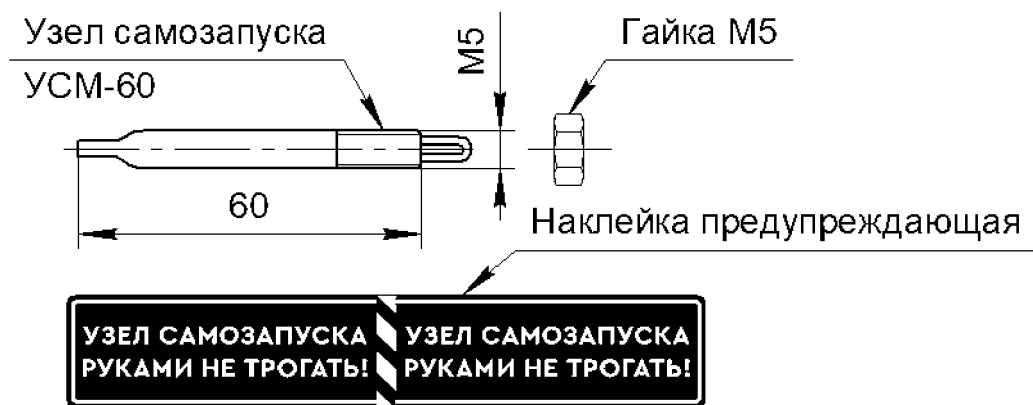

Рисунок 10 – Внешний вид и комплектность узла самозапуска УСМ-60
- извлечь из упаковки узел самозапуска УСМ-60, убедиться в его целостности и проверить комплектность. Внешний вид и комплектность узла самозапуска УСМ-60 приведены на рис. 10;